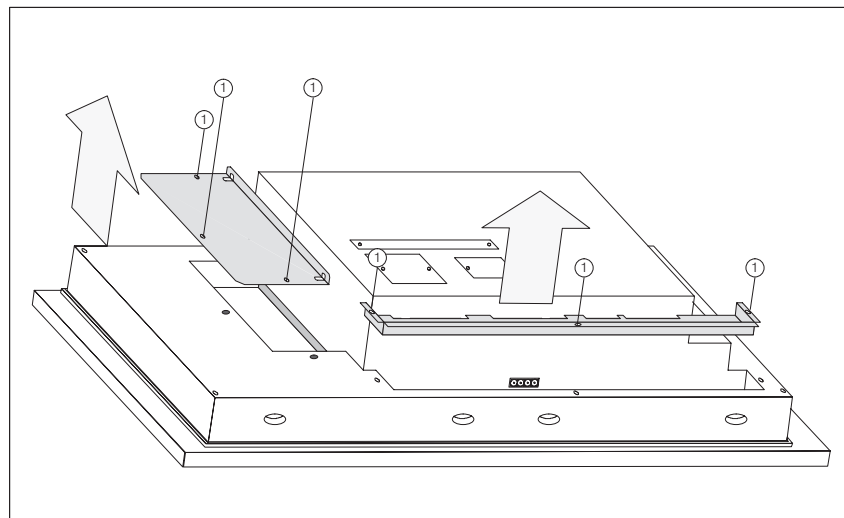

Figura 17-3 Aflojar los tornillos.
2. Afloje en la figura 17-3 los tornillos marcados con ①.